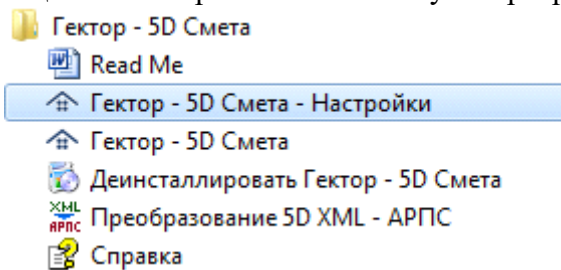

Рис. 216. Запуск **Настройки** из меню Пуск/Программы
- с использованием специального ярлыка в меню "Пуск/Программы" Windows (рис. 216).